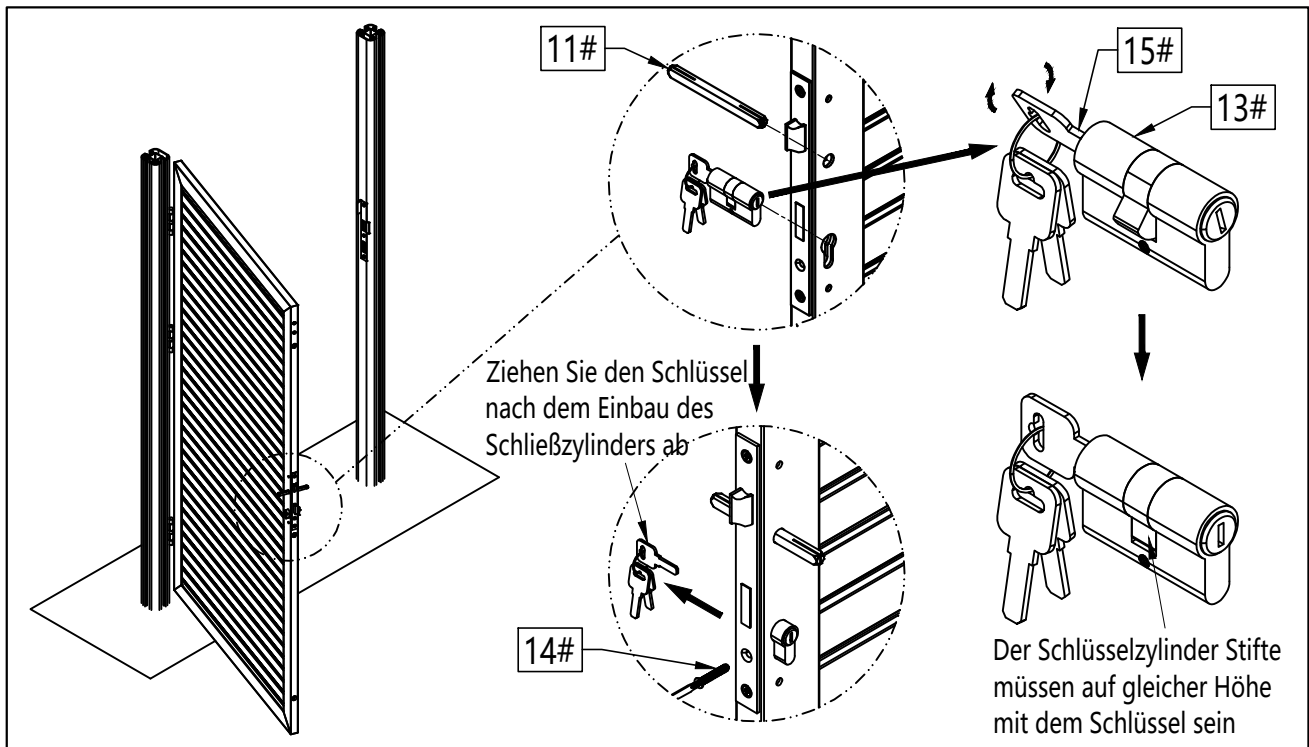

Abbildung 12
- 12 Setzen Sie den Vierkant (11#) und den Schlüsselzylinder (13#) ein (1#), wie in Abbildung 12 dargestellt.